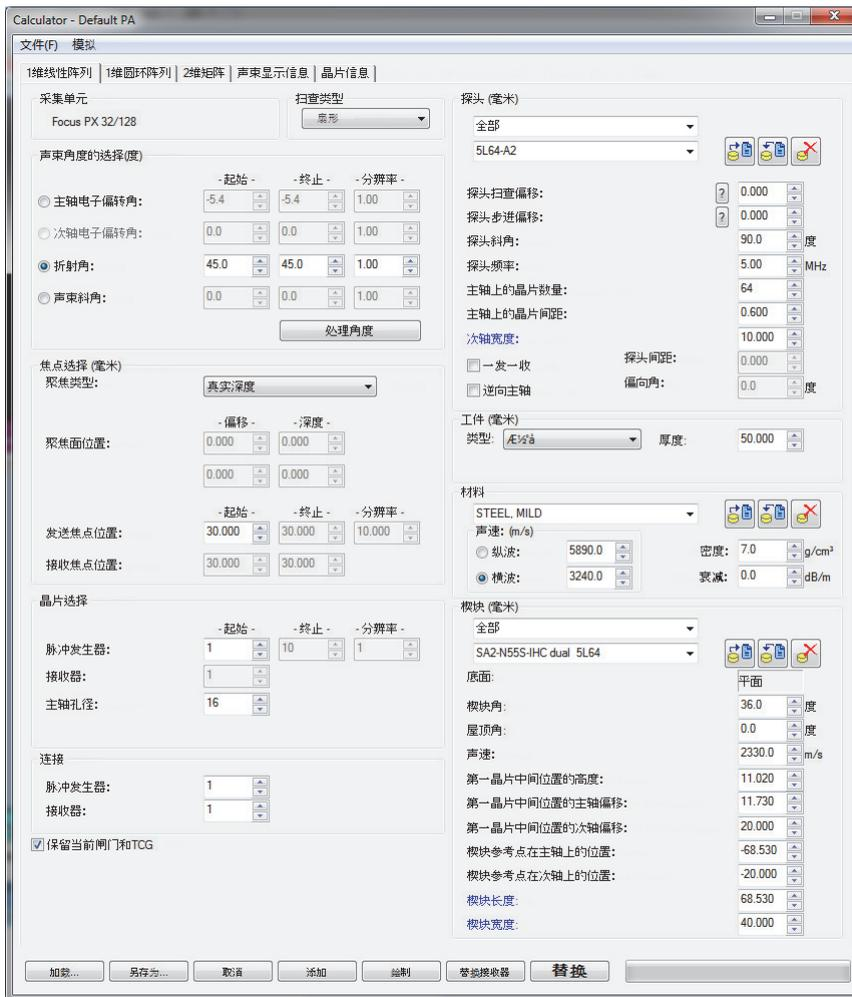

图 4-5 计算器对话框
a) 在角度声束相控阵检测中，点击**1维线性阵列**选项卡（参见第100页的图 4-5）。